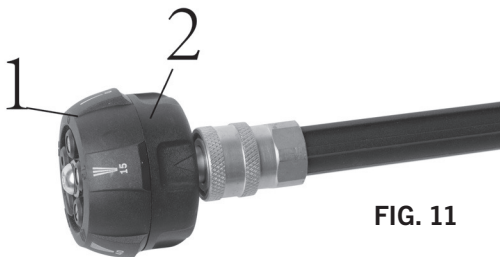

FIG. 11
1. La buse rotative à 5 positions peut être tournée pour sélectionner l'un des cinq réglages de l'angle de rotation (1) fig. 11. Au moyen de la flèche imprimée sur la partie arrière de la buse, sélectionnez votre réglage en alignant l'angle de pulvérisation souhaité compris entre 0° et 40°+ (2) fig. 11.